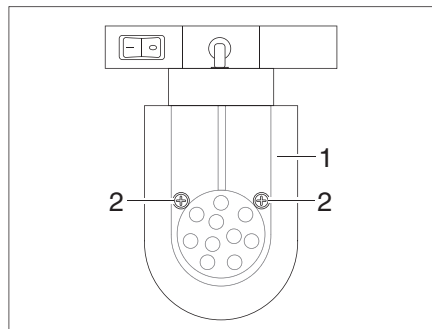

Bild 165 LED-Spotleuchte (verschiebbar)
- Befestigungsschrauben (Bild 165,2) lösen.
- Lampenglas (Bild 165,1) vorsichtig abnehmen.